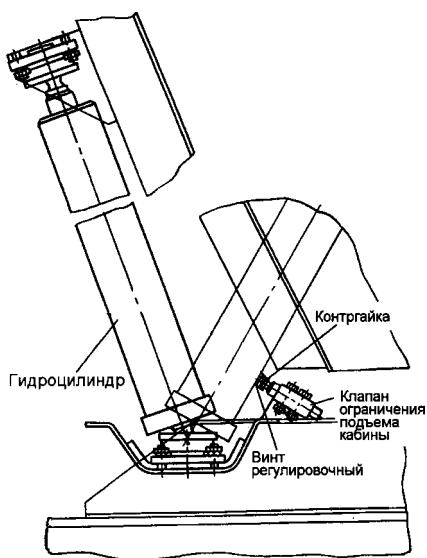
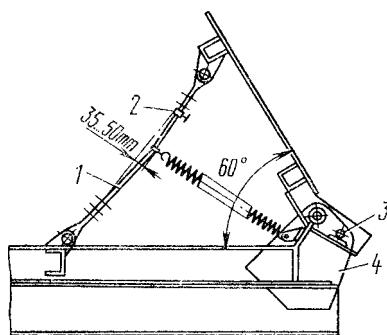

Рис. 263. Регулировка механизма подъема платформы самосвала
Рис. 269. Установка с траховых тросов: 1 - трос; 2 - зажим; 3 - палец стопорный; 4 - кронштейн
Проверьте состояние и правильность регулирования клапана ограничения подъема платформы (см. рис. 263). Клапан должен быть надежно закреплен на кронштейне попечини надрамника. Регулировочный винт должен быть застопорен контргайкой. Не допускайте искривления штока клапана, течи масла из-под уплотнения штока и по резьбовым соединениям трубопроводов. При правильно отрегулированном угле подъема платформы стопорные пальцы (рис. 269) платформы свободно должны входить в отверстия в кронштейнах надрамника. Не допускайте эксплуатации автомобиля с нарушенной регулировкой угла подъема платформы.
- отверните контргайку (см. рис. 263) регулировочного винта;
— убедитесь, что подъем прекращается при совпадении оси стопорных пальцев 3 (рис.269) с осями отверстий в кронштейнах надрамника. Стрела прогиба страховочного троса должна составлять 35 - 50 мм. При иной величине стрелы прогиба отрегулируйте длину троса, для чего ослабьте затяжку зажимов троса.
— проверьте стрелу прогиба страховочного троса (рис. 269); при совпадении оси стопорных пальцев с осями отверстий в кронштейнах надрамника стрела прогиба страховочного троса должна быть 36...50 мм, для КамАЗ-55102 при опрокидывании назад — 100...150 мм, при опрокидывании на сторону — 200...250 мм.